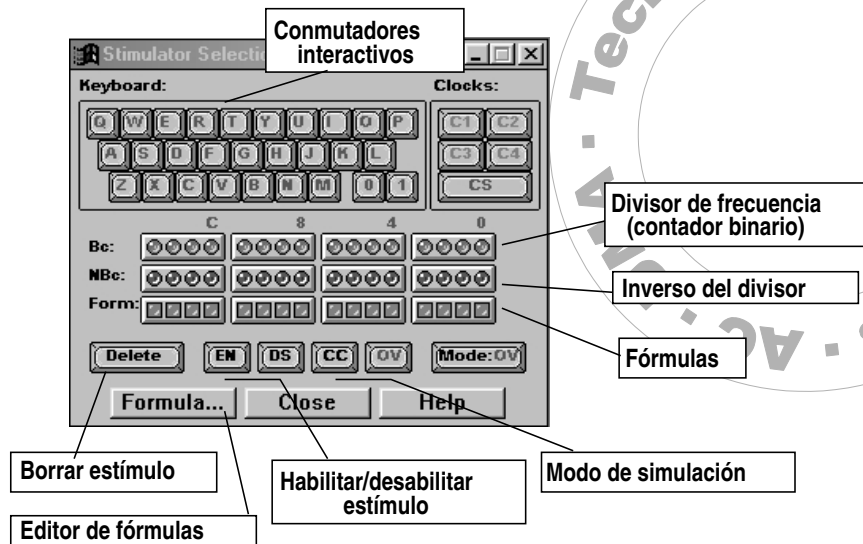

Figura E3.8: Panel de selección de estimuladores.
Dicho panel se abre, desde la ventana de simulación, presionando el botón , o bien, en la entrada de menú **Signal** → **Add Stimulators**. En la figura E3.8 se comenta la funcionalidad de dicho panel.
★ **Conmutadores** interactivos. Estos estímulos están orientados a una simulación interactiva. Asociamos una tecla del teclado (ver figura E3.8) a una señal individual. Pulsando dicha tecla conmutamos el valor lógico de la señal (0 ó 1) en el instante de simulación actual, eligiendo por tanto su valor para el siguiente paso de tiempo de la simulación.
- Mencionamos que los estímulos pueden actuar de dos modos diferentes denominados *override* (OV) y *chip controlled* (CC) (ver figura E3.8). En principio, usaremos en las simulaciones el modo existente por defecto.